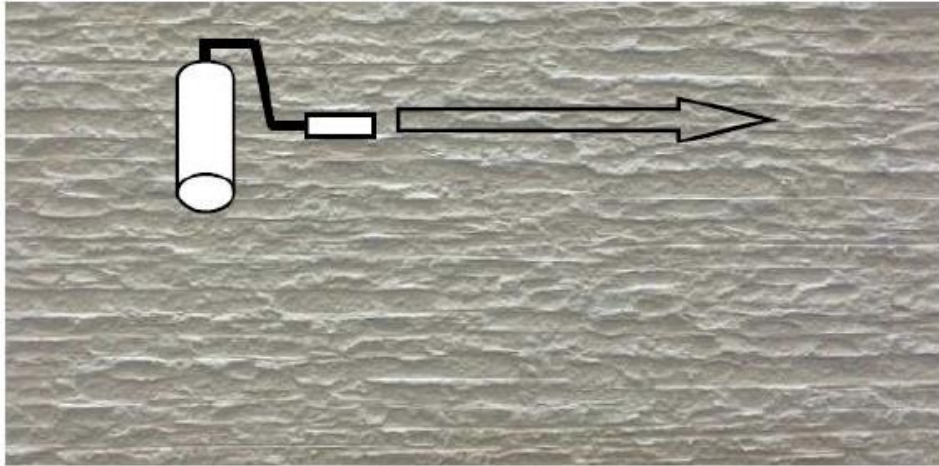

図3
・配り塗りしたジョリパットが乾燥しないうちに、JR-194を横方向に転がしパターン付けを行う(図3)。
- ・ ローラーは、横方向に転がして、意匠を付けてください（図3）。パターンが全体的につくよう何度もローラーを転がしてください。